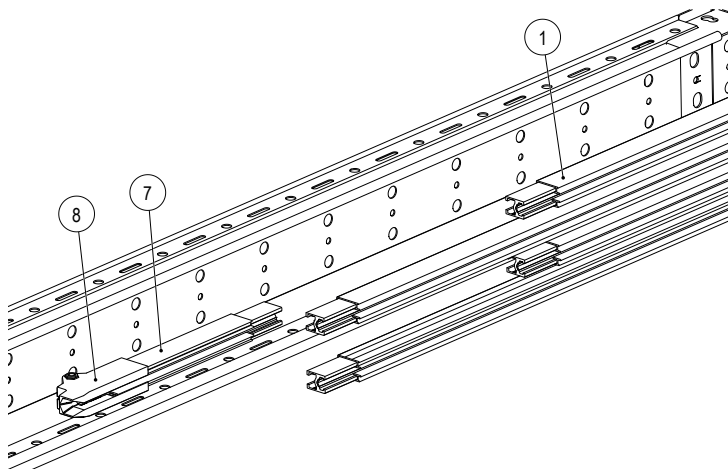
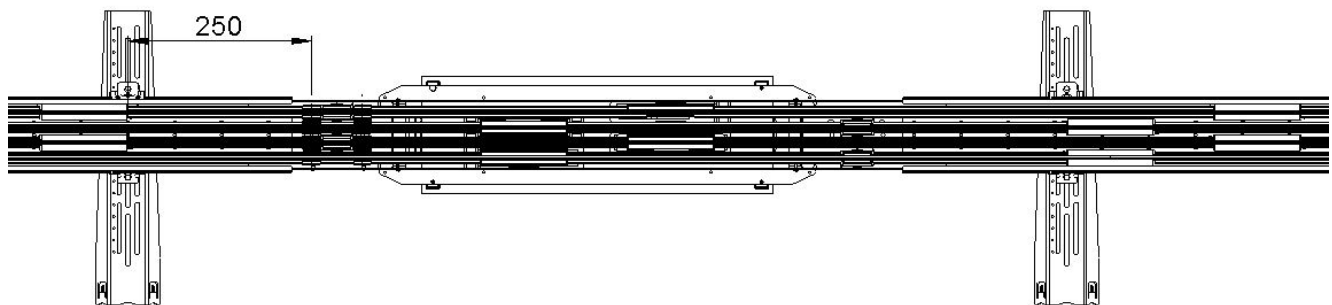
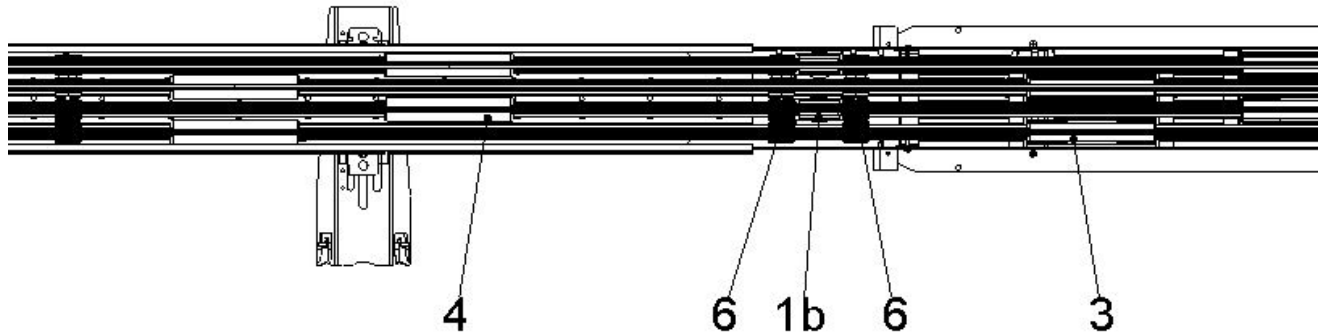

Abb. 28: Kurzstücke (7) an Schleifleitungsstücke montieren
Abb. 36: Abstand Verbinder zu Schienenhalter
Abb. 38: Systemübersicht auf der Strecke
Wenn die Schleifleitungsschiene mit der vormontierten Einspeisung und dem Fixpunkt (1) die letzte Schiene des Schleifleitungssystems ist, müssen vor der Montage in den Klemmenkasten die Endkappen (8) montiert werden (siehe BAL0812-0001)! Das heißt, dass die Kurzstücke (250 mm) (7) mit den Schleifleitungsschienen (1) vor der Montage in den Klemmenkasten verbunden werden müssen (siehe Abb. 28).
- Die Schleifleitungsschienen auf der Strecke bis zum Systemende verbinden (siehe BAL0812-0001). Dabei beachten, dass der Abstand der Schienenhalter zu den Verbindern mindestens 250 mm betragen muss (siehe Abb. 36 bis Abb. 38). Falls die Schleifleitungsschiene mit der Einspeisung und dem Fixpunkt die letzte Schleifleitungsschiene des Systems ist, müssen vorher die Kurzstücke (7) und Endkappen (8) montiert werden (siehe Abb. 28).
9. Am Systemende die Endkappen an den Schleifleitungsschienen montieren (siehe BAL0812-0001), bevor die Schleifleitungsschienen eingehängt werden. Falls die Schleifleitungsschiene mit der Einspeisung und dem Fixpunkt die letzte Schleifleitungsschiene des Systems ist, müssen vorher die Kurzstücke (7) und Endkappen (8) montiert werden (siehe Abb. 28).